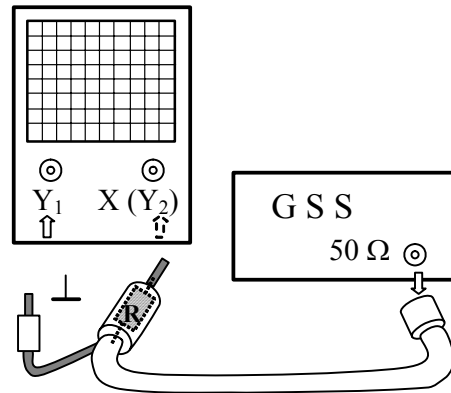

Figura 2
5. Determinarea impedanței de intrare (figura 2)